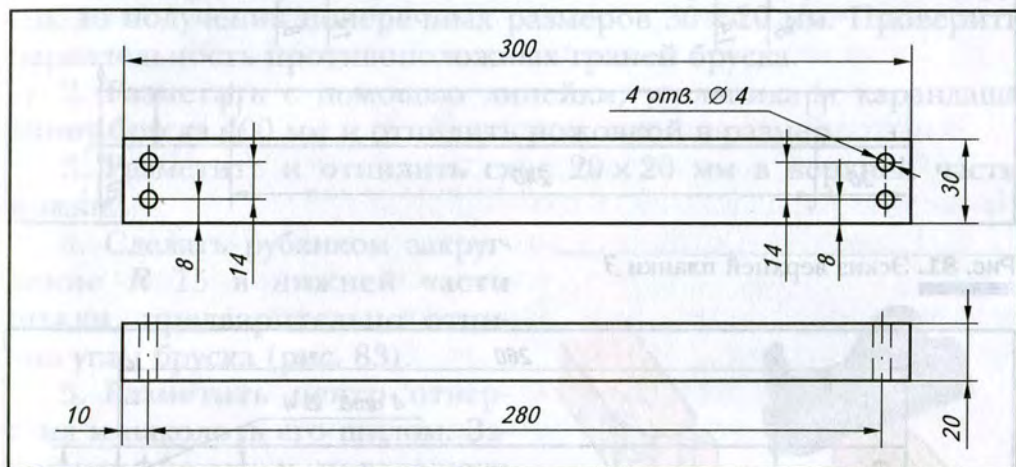

Рис. 80. Эскиз планки 2
3. С помощью линейки, угольника разметить карандашом центры четырёх отверстий, выдержав размер 10 мм от торца бруска (см. рис. 80).